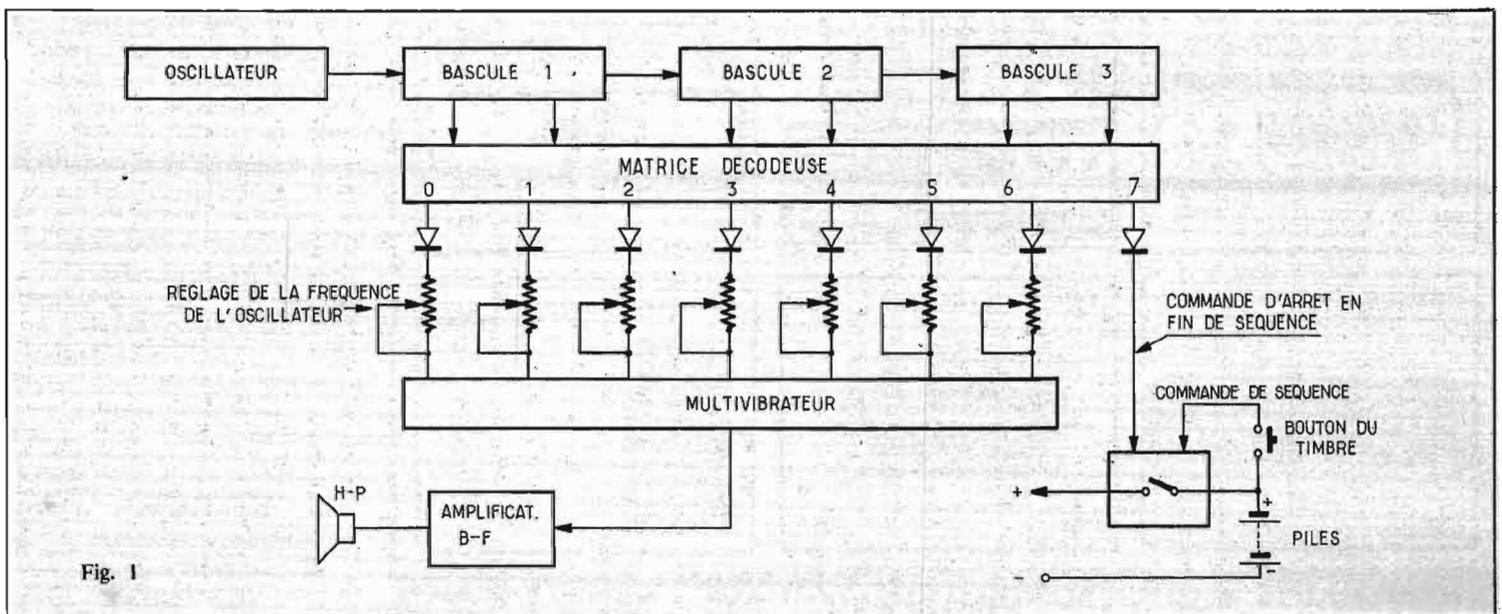

Fig. 1
**V**OICI un intéressant circuit de mémoire électronique applicable à un carillon reproduisant une série de notes musicales dès qu'on appuie sur le bouton du timbre d'une porte. Le schéma synoptique de ce carillon électronique est représenté à la figure 1 : un oscillateur attaque trois bascules montées en série. Grâce à la matrice décodeuse, des impulsions successives apparaissent sur les sorties 0, 1, 2, 3, 4, 5, 6. Ces signaux décalés sont appliqués alternativement à un unique circuit multivibrateur dont la sortie est dirigée vers un amplificateur basse fréquence afin d'obtenir la puissance nécessaire pour exciter un haut-parleur.